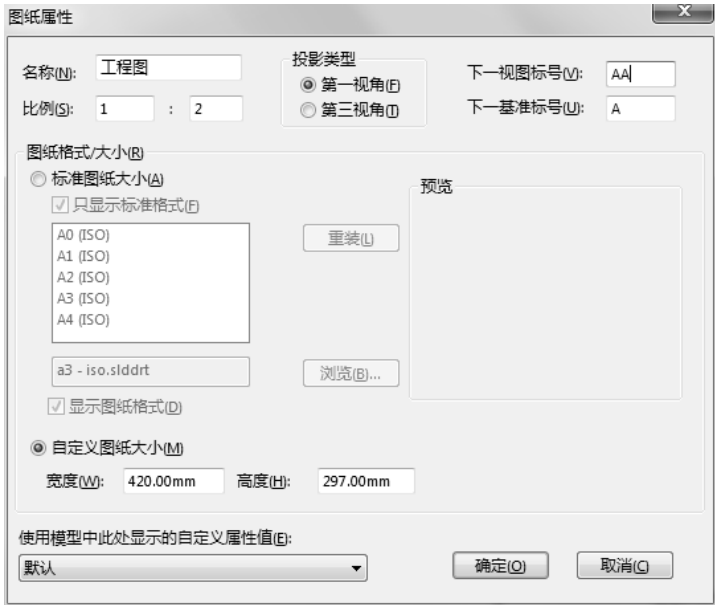

图 8-10 图纸属性控制板
(9) 指定图纸属性。在工程图图纸绘图区中右击，在弹出的快捷菜单中单击【属性】，在图纸属性控制板进行设置，如图 8-10 所示。